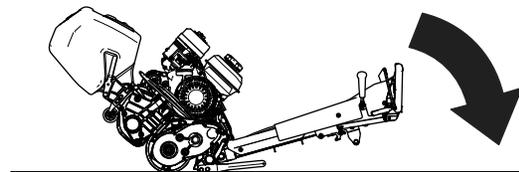

Bild 4
1. Senken Sie den Griff der Antriebseinheit auf den Boden ab, um an das Mähwerk zu gelangen (Bild 4).